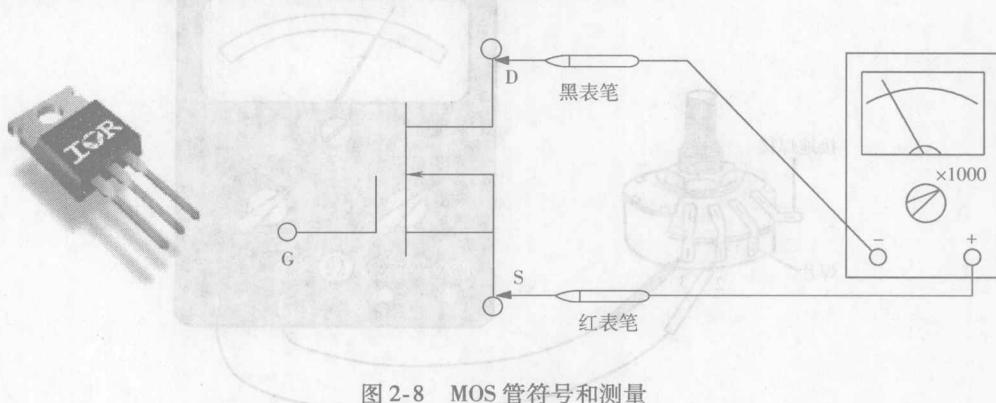

图 2-8 MOS 管符号和测量
(7) MOS 检测 MOS 管又称绝缘栅型场效应管，其外形、电路符号和测量如图 2-8 所示。